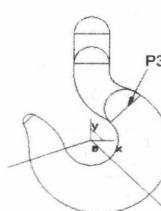

图 1-34 绘制截面 3 的轮廓线
4) 绘制截面 3 的轮廓线。单击“曲线剪裁”按钮 ，将 45° 角度线的两侧部分裁掉。单击“圆”按钮 ，绘制以直线 P3 中点为圆心、直线 P3 端点为圆上一点的整圆，单击“曲线剪裁”按钮 ，将圆的下半部分裁掉，生成截面轮廓线，如图 1-34 所示。